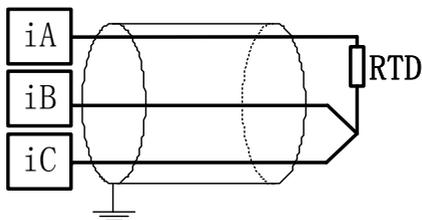

图 4-2-8 热电阻输入接线方法
(1) 热电阻传感器：热电阻传感器输入（如 PT100）采用三线制接线方式，分别连接 iA 端子、iB 端子及 iC 端子，屏蔽线接电源地。如图 4-2-8 所示：